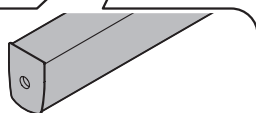

図5-2 格子下側のキャップ図
- 取付ける格子先端のキャップに穴が開いている側を下にむけて、「コーナー継手」に取付けてください。（図5-2参照）